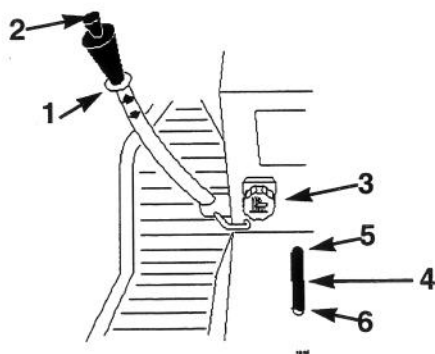

Figure 9
Ce levier (Fig. 9) sert à relever et abaisser les divers accessoires.
Cette commande (Fig. 9) sert à limiter la course descendante de l'accessoire. Tourner le bouton de sélection de hauteur pour augmenter ou diminuer la limite.
1. Tirer sur le levier de relevage des accessoires: se reporter à la section "Relevage des accessoires". En position relevée, tourner le bouton de sélection de hauteur (Fig. 9) pour changer la limite. Le tourner dans le sens des aiguilles d'une montre pour augmenter la hauteur de l'accessoire, ou dans le sens contraire des aiguilles d'une montre pour diminuer la hauteur.
2. Le voyant de sélection de hauteur (Fig. 9) signale le changement de la hauteur de relevage de l'accessoire, plus ou moins haut, au moment de la sélection.